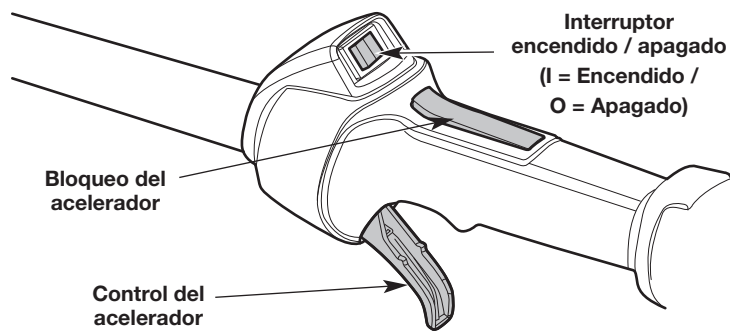

Fig. 11
NOTA: No hay necesidad de encender la unidad. El interruptor de Encendido/Apagado debe estar en la posición **Encendido (I)** en todo momento (Fig. 11).
3. Oprima y mantenga apretado el bloqueo del acelerador (Fig. 11). Apriete y mantenga oprimido el control del acelerador (Fig. 11).
2. Oprima y no suelte el interruptor de control de Encendido y Apagado en la posición **Apagado (O)** hasta que el motor se detenga por completo (Fig. 11).
4. Oprima y mantenga apretado el bloqueo del acelerador (Fig. 11). Apriete y mantenga oprimido el control del acelerador (Fig. 11).